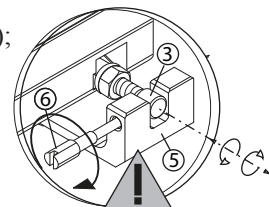

Рис.4 Регулировка прижима створки
8. Отрегулируйте прижатие створки к раме путём увеличения или уменьшения длины цепи с помощью регулировочного винта (3) (рис.4).
Регулировка прижима створки (рис.4).